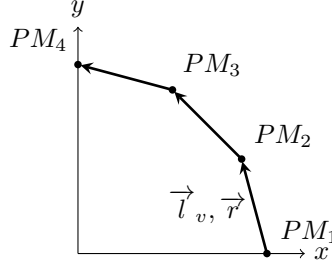

Figure 2: vettore  $\vec{r}$  e lunghezza a riposo vettoriale
3. **hooke.hpp** e **hooke.cpp**: si implementa una classe *Hooke* per la molla che collega i punti. I suoi membri sono due variabili di tipo *float* per la costante elastica e la lunghezza a riposo, e una di tipo *vec* che rappresenta la "lunghezza a riposo vettoriale", il vettore uscente da un punto e indirizzato al punto successivo (fig. 2), il cui modulo è la lunghezza a riposo.